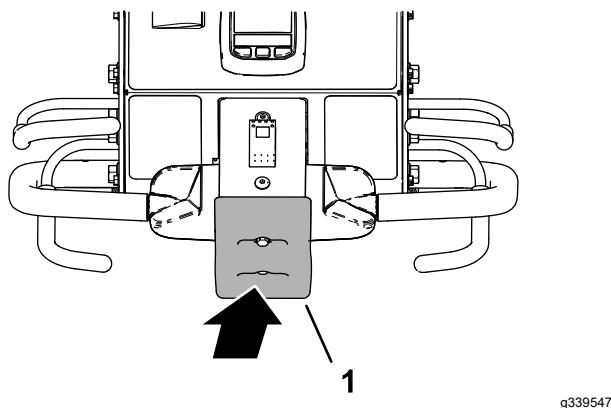

**Figura 35**
1. Sostenga la barra de presencia del operador contra el manillar y gire la parte superior del control de tracción hacia delante (Figura 35).